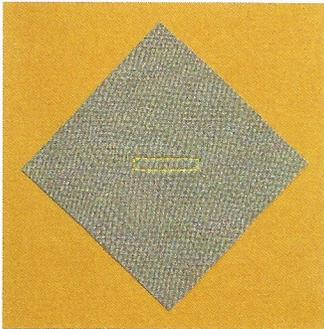

Abb. 6
- Das Knopfloch nähen (Abb. 6).